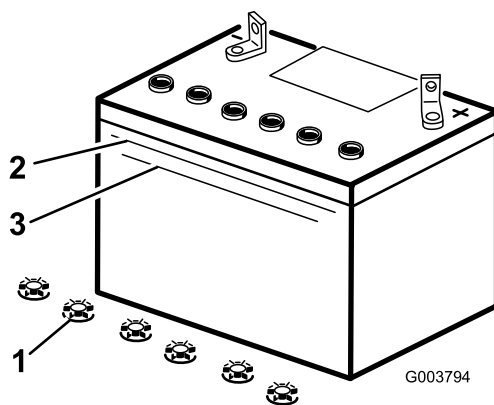

Figure 28
(Figure 28). Le niveau d'électrolyte ne doit pas descendre au-dessous du trait inférieur (Figure 28).
- Enlevez les bouchons de remplissage de la batterie (Figure 28).
4. Versez de l'eau distillée avec précaution dans chaque élément jusqu'au repère supérieur (Figure 28) sur le côté de la batterie.
5. Attendez cinq à dix minutes après avoir rempli les éléments. Au besoin, ajoutez de l'eau distillée pour amener le niveau jusqu'au repère supérieur sur le côté de la batterie (Figure 28).